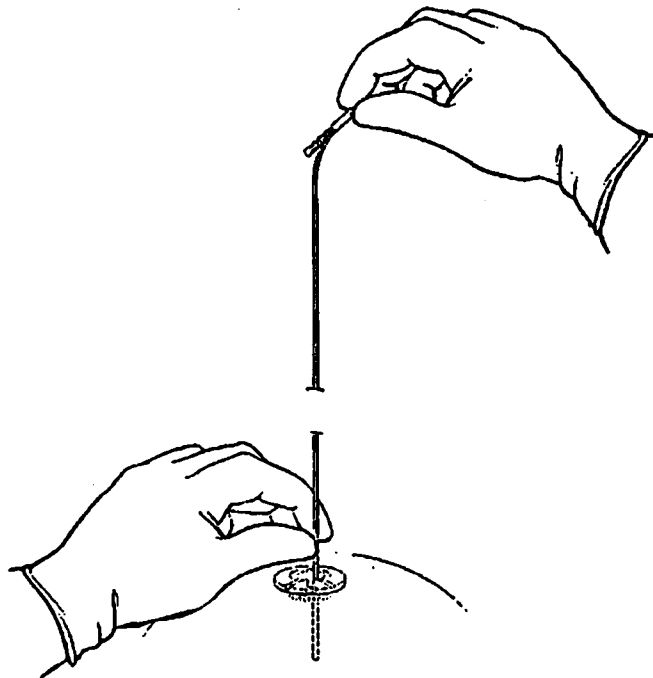

Figura 3. Suelte el mango del fiador del electrodo.
- d. Suelte con cuidado el mango del fiador del electrodo (Figura 3).